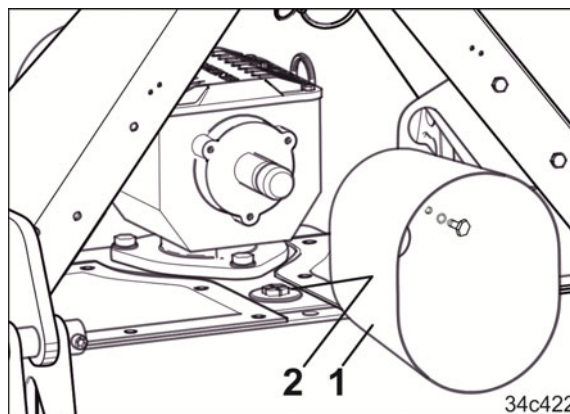

Fig. 181
2. Desatornillar la base de protección (Fig. 181/1).
3. Abrir el tapón obturador (Fig. 181/2).